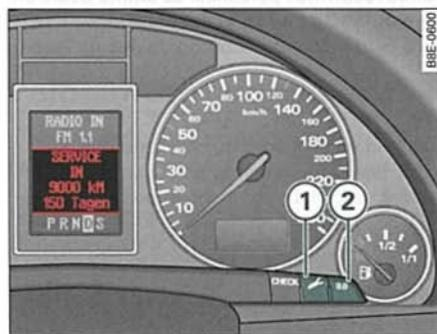

Fig. 7 Detalle del cuadro de instrumentos: Indicación de intervalos de servicio
- Conecte el encendido estando la tecla de servicio ① ⇒ *página 16*, fig. 7 pulsada. En la pantalla digital aparece una de las dos indicaciones siguientes: **SERVICE IN ---- KM (INSPECCIÓN EN -- -- KM)** o bien **SERVICE! (INSPECCIÓN)**.
- Mantenga pulsada la tecla de puesta a cero ② hasta que la indicación **SERVICE IN 2000 --- KM --- TAGEN (INSPECCIÓN EN 2000 --- KM --- DÍAS)** o bien **SERVICE! (INSPECCIÓN)** aparezca en el display.
Con la tecla de puesta a cero ② ⇒ *página 16*, fig. 7 ② se pueden llevar a cabo las siguientes funciones: